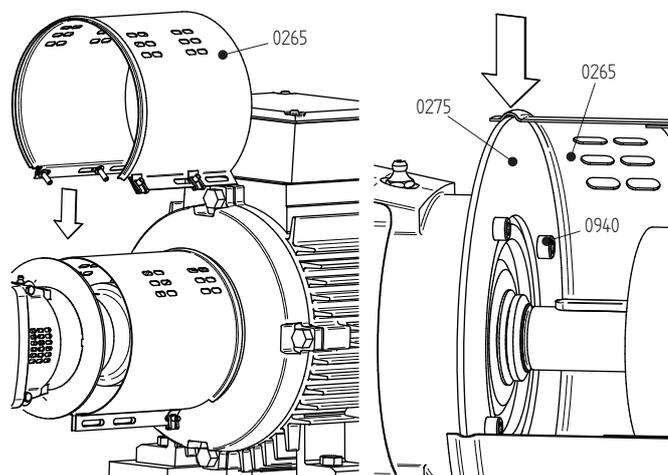

Рисунок 13: Установка кожуха на стороне насоса.
- 5 Выверните болты (0940) и снимите монтажную пластину (0275) с держателя подшипника (0010). См. рисунок 13.
- 3 Установите монтажную пластину (0275) на крышку подшипника (0010) с помощью болтов (0940). См. рисунок 13.